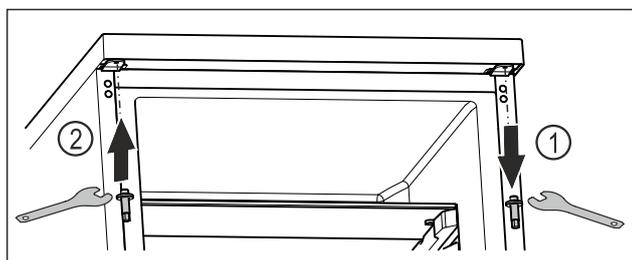

Fig. 18
- ▶ Svitare il perno superiore con una chiave esagonale. Fig. 18 (1)
- ▶ Avvitare il perno sul lato opposto con una chiave esagonale. Fig. 18 (2)